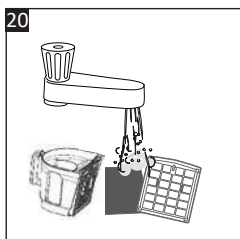

Fig. 20
6. Sostenga el filtro de esponja (22) con el lado sucio hacia abajo y enjuáguelo bajo el grifo con agua tibia hasta que el agua salga limpia (Fig. 20). Enjuague el filtro HEPA (23) de la misma forma.
7. Enjuague el interior del depósito del polvo (11) con agua tibia.